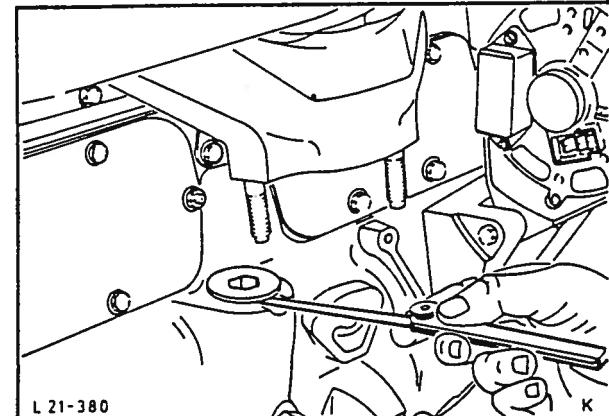

Fig. 88 Måling av oljepumpens klaring.
69. Mål oljepumpens klaring og monter tetningspluggen. Monter tetningspluggen uten skiver og trekk svakt til. Mål avstanden mellom pluggens kontaktflate og motorblokken med en bladsøker i den angitte utsparingen, fig. 88.